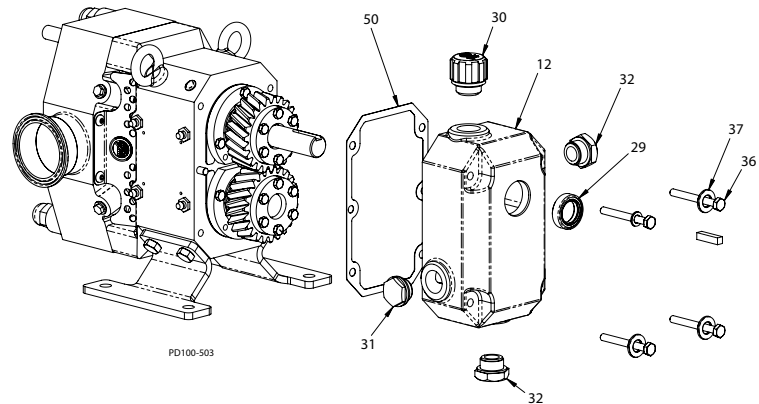

Abb. 64- Montage der Getriebeabdeckung
1. Pressen Sie den Antriebswellendichtring (Abb. 64, Einzelheit 29) in die Bohrung der Getriebeabdeckung (Pos. 12).